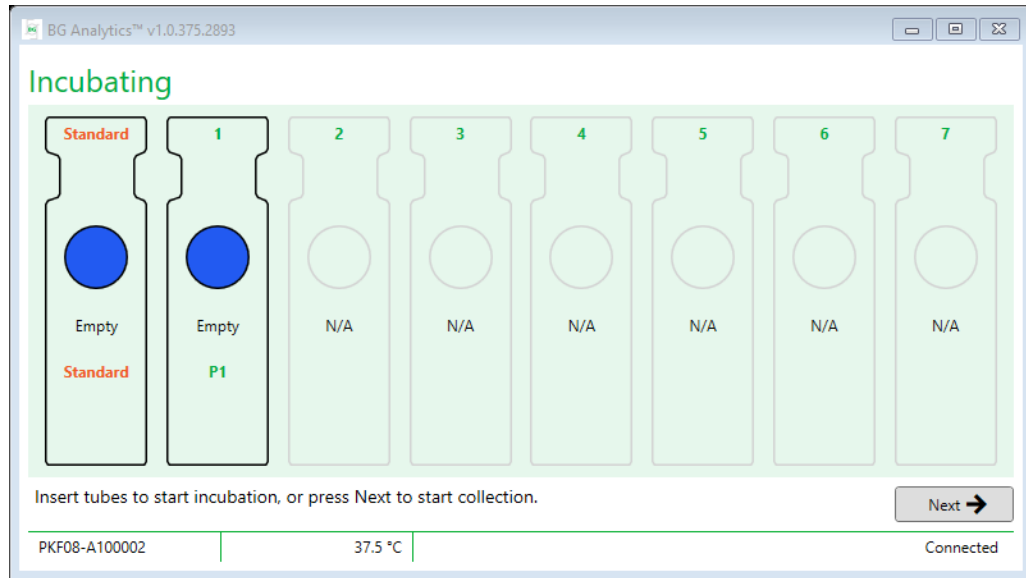

Figura 9. Schermata Incubating (Incubazione in corso) di BG Analytics®
1. Nella schermata **Incubating** (Incubazione), i pozzetti risultano pronti per ricevere le provette quando il relativo stato è "Empty" (Vuoto) (Figura 9). Il primo pozzetto a sinistra è contrassegnato con la dicitura **Standard** ed è dedicato alla fiala STAT STD, mentre i pozzetti rimanenti, contrassegnati da **1 a 7**, sono riservati ai campioni dei pazienti.